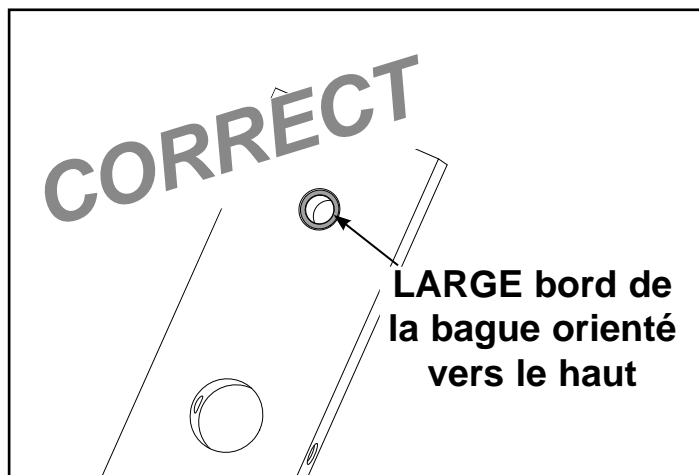

Figure 9A
H. Installez minutieusement les plaques de poids, une par une. **REMARQUE** : Lorsque vous installez les plaques de poids, positionnez-les de sorte que les larges bords des bagues soient orientés vers le haut et les bords étroits des bagues soient orientés vers le bas. Reportez-vous aux figures 9A et 9B.